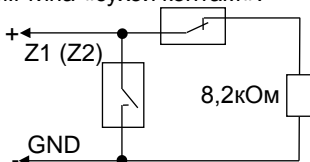

Рисунок 5. Подключение нормально замкнутых и нормально разомкнутых охранных извещателей, цепей разрешения считывания и открытия доступа
4.2.1 Подключите к контактам «Z1» («Z2») и «GND» нормально замкнутые и нормально разомкнутые охранные извещатели или цепи разрешения считывания и открытия доступа контроллера, соблюдая полярность (см. рис. 5). В ШС контроллера можно подключить охранные извещатели с выходом типа «сухой контакт».